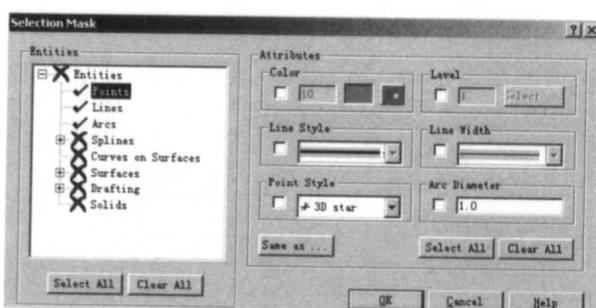

图 1-33
(5) 改进了限定选择。选 Delete→Duplicate→Masking (删除→重复的→限定的) 命令，显示“限定选择”对话框，如图 1-33 所示，有“√”标记的表示要选的图素。